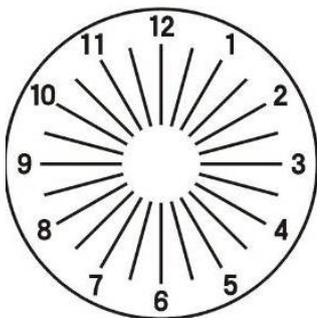

Figura 32
(4) Gire la perilla de la lente cilíndrica 27 para cambiar el valor C, $.00 \rightarrow .25 \rightarrow .50$ para que todas las líneas se vean por igual. Cuando se cambia a -0.50, el gráfico es como se muestra en la figura 32.
(5) Cambie S en pasos de 0.25D girando el dial de potencia esférica de 23 de modo que la agudeza visual pasa a ser de 1.2 a 1.5. Registre el valor modificado de la agudeza visual.